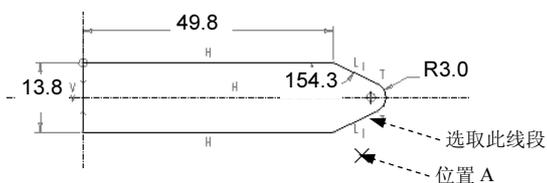
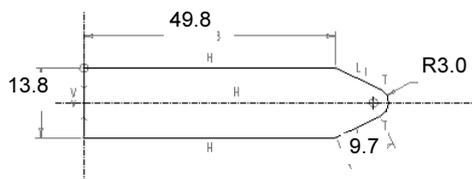

图 2.13.12 操作过程
图 2.13.13 新尺寸添加完成
Step 4 添加新的尺寸以创建所需的标注布局。单击 尺寸 ▾ 区域中的“标注”按钮 , 然后选取图 2.13.12 所示的线段, 中键单击位置 A 放置尺寸。增加新尺寸后, 图形如图 2.13.13 所示。